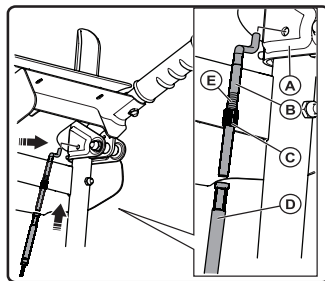

Рис. 8
- Снимите трос сцепления с оси; открутите регулировочный винт (В) и подвесьте его в отверстие внутри рукоятки сцепления (А); затем вкрутите регулировочную втулку троса (D) в регулировочный винт (В) до тех пор, пока трос не будет натянут прямо (до синей метки на винте); затем используйте регулировочную контргайку © для его фиксации; (см. рис. 8).